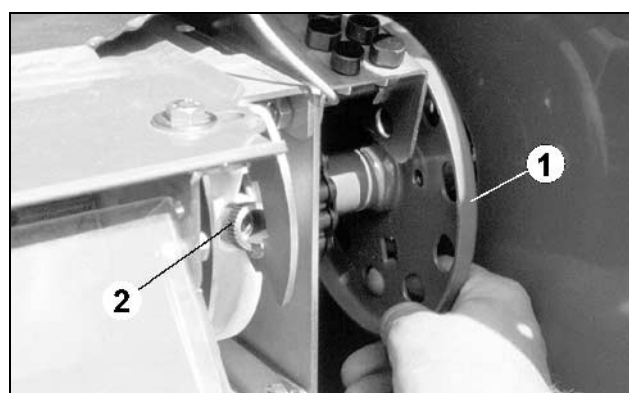

Fig. 61
- Faites tourner manuellement le disque (Fig. 61/1) jusqu'à ce que les molettes (Fig. 61/2) soient visibles
- Faites tourner à la main le disque (Fig. 61/1) jusqu'à ce que les molettes (Fig. 61/2) soient visibles